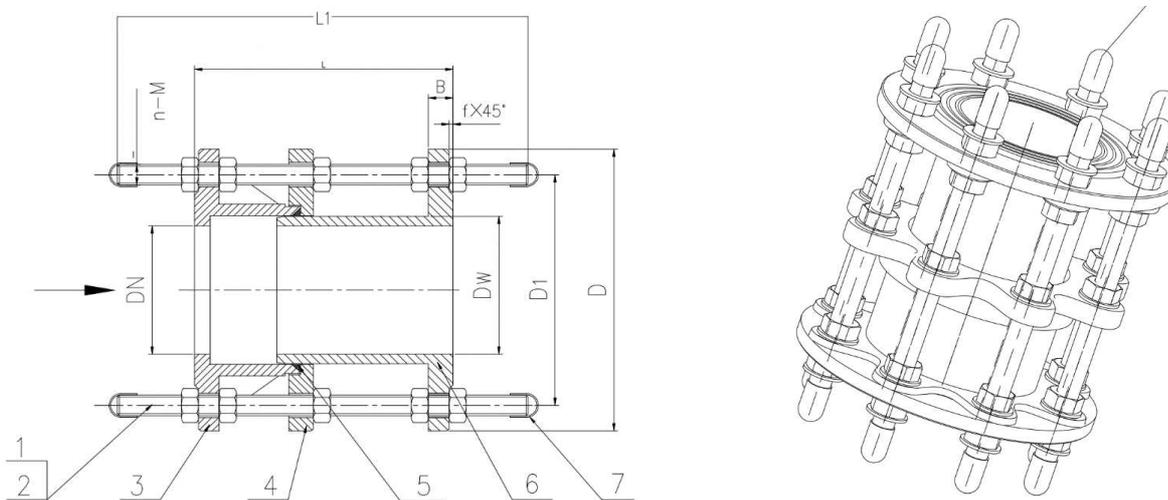

Рис. 1. Демонтажная вставка чугунная фланцевая.
2.2. Таблица 1. Конструкция и спецификация материалов (Рис. 1)
Таблица №2. Габаритные и присоединительные размеры демонтажных вставок в мм (Рис. 1)